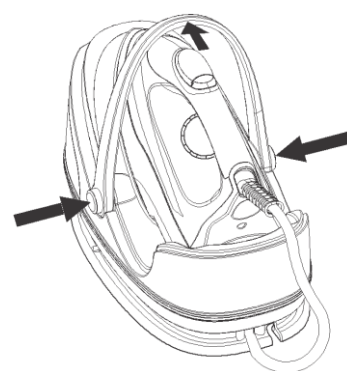

Fig.1
- Rimuovere la pellicola protettiva o eventuali adesivi e carte dalla piastra (Fig.1).